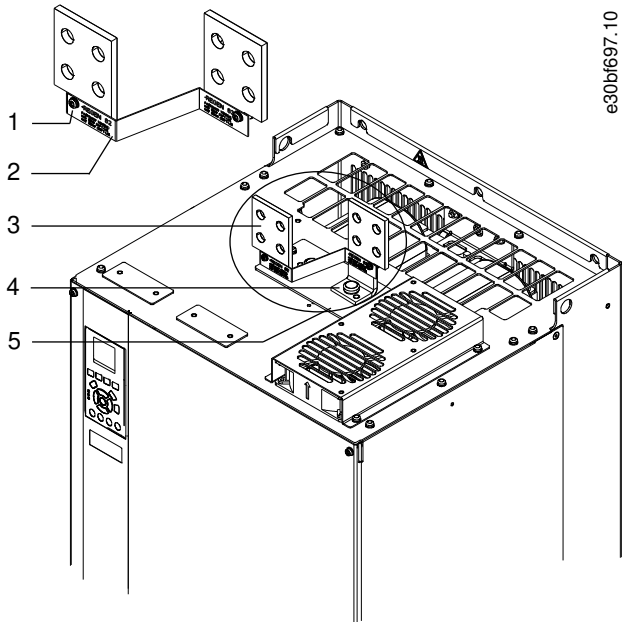

Ilustración 15: Terminales de carga compartida / regeneración
5. Instale la etiqueta en la parte frontal de los terminales, tal y como se muestra en el apartado Ilustración 15. Fijela con dos tornillos M4 a un par de apriete de 1,2 Nm (10 in-lb).